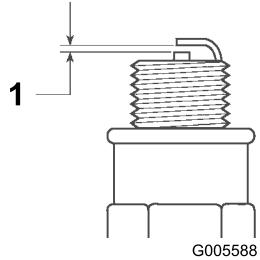

Figura 21
5. Regolate la distanza tra gli elettrodi della candela a 0,5 mm (Figura 21).